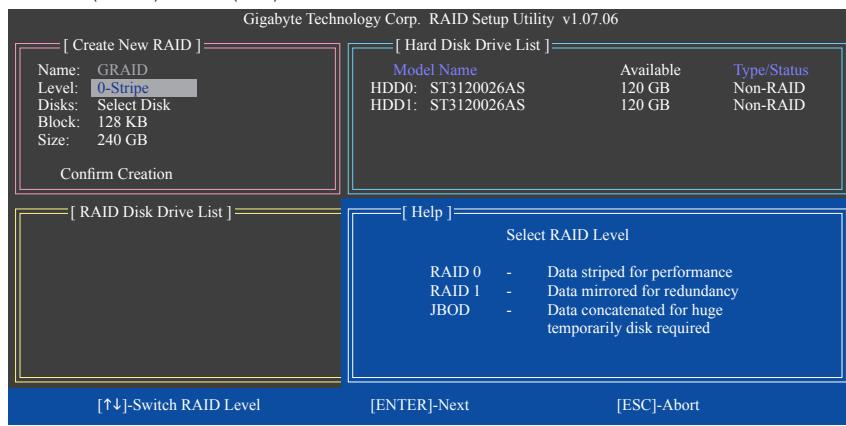

図 5
Create New RAID ブロックに、アレイを作成するために設定する必要がある項目がすべて表示されます(図 5)。
2. RAIDモードの選択: Level 項目の下で、上または下矢印キーを使用して RAID 0 (ストライプ)、RAID 1 (ミラー)、JBOD (図 5) を選択します。<Enter> を押して、次のステップに進みます。